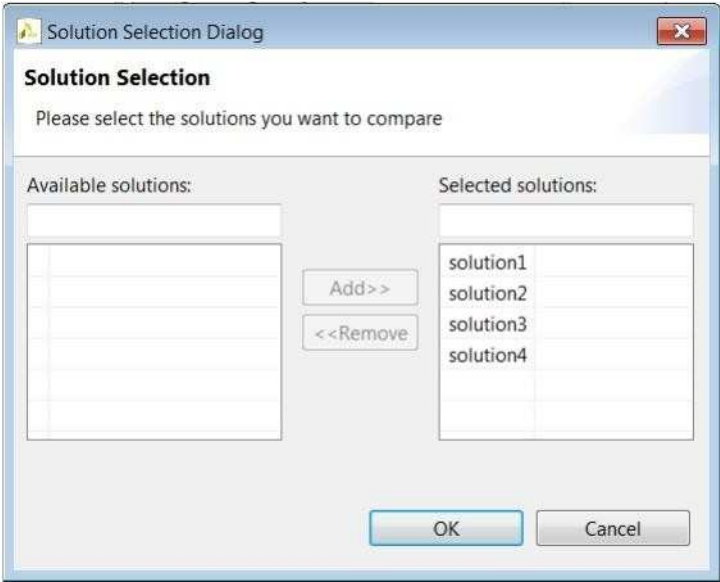

图4-27: 比较实验室 3 的所有解决方案
- 12.在“解决方案选择”对话框中，将四个解决方案中的每一个都添加到“选择解决方案”窗格中(图 4-27)。